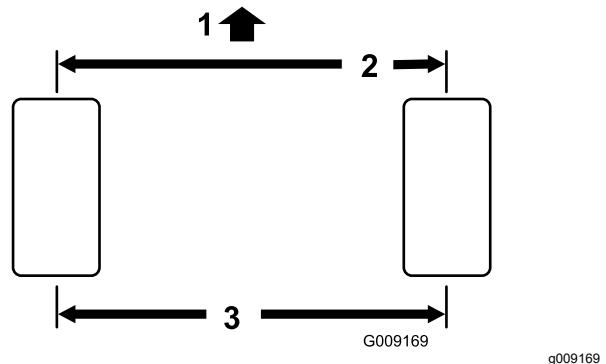

Figura 68
- Meça a distância de centro a centro (à altura do eixo) na zona dianteira e traseira dos pneus da direção. A medição dianteira deve ser 3 mm inferior à medição traseira (Figura 68).